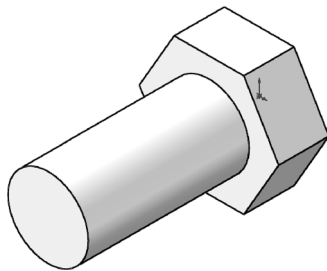

图 7-26 拉伸实体实讲实训多媒体演示
**03** 创建拉伸实体。选择菜单栏中的“插入”→“凸台/基体”→“拉伸”命令，或单击“特征”控制面板中的“拉伸凸台/基体”按钮。系统弹出“凸台-拉伸”属性管理器；在“深度”文本框中输入“40.00mm”，单击“确定”按钮，拉伸实体如图 7-26 所示。